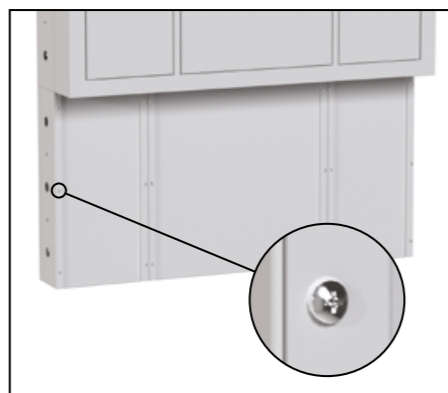

Рис. 70
7.2. Установите на нижний модуль СБ [2] 2 шт. - панель 300 нижняя [8] и панель 600 нижняя [9], завернуть 18 винтов М4×16 (рис. 70).